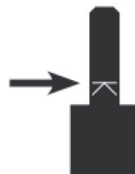

рис.5
- установить хвостовик фрезы в цанговый зажим не менее чем на 20 мм, или до отметки на хвостовике, как показано на рис.5;